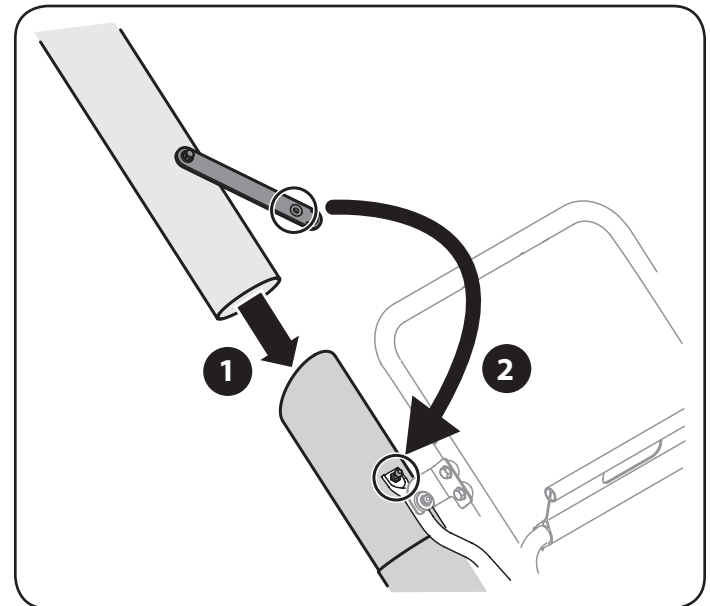

Figura 14
2. Asegure la correa en la extensión de la manguera para fijar el conjunto de la manguera. Vea la Figura 14.